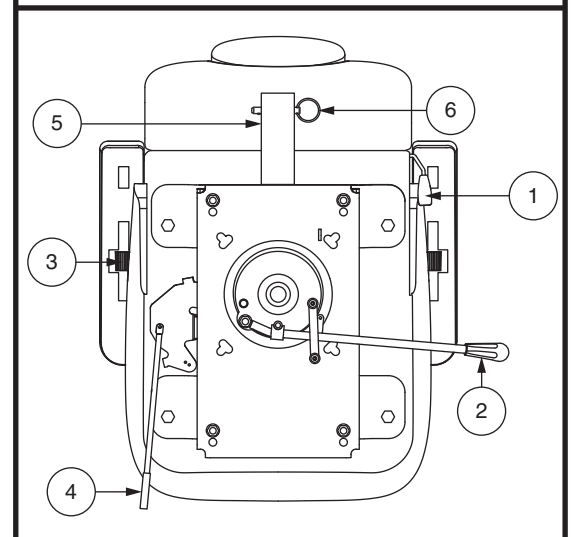

Figure 19. Réglage du siège
Si votre scooter est équipé d'un siège à dossier inclinable, vous pouvez changer l'inclinaison du dossier avec le levier de réglage du dossier. Voir la figure 19.
1. Tirer vers le haut l'avant le levier de rotation du siège afin de dégager le siège. **Voir la figure 19.**
Élevez ou abaissez l'inclinaison des accoudoirs en tournant la roulette de réglage sous l'accoudoir. **Voir la figure 19.**
1. Déplacez le levier coulissant du siège (situé sur le côté inférieur gauche du siège) vers l'extérieur. **Voir la figure 19.**
Le support d'accessoire monté à l'arrière vous permet d'attacher un accessoire personnel comme un panier, support pour marchette ou réservoir d'oxygène à l'arrière de votre scooter. Utiliser la goupille de verrouillage afin de bien fixer votre article au support d'accessoire. **Voir la figure 19.** Consultez votre détaillant autorisé pour plus de détails.